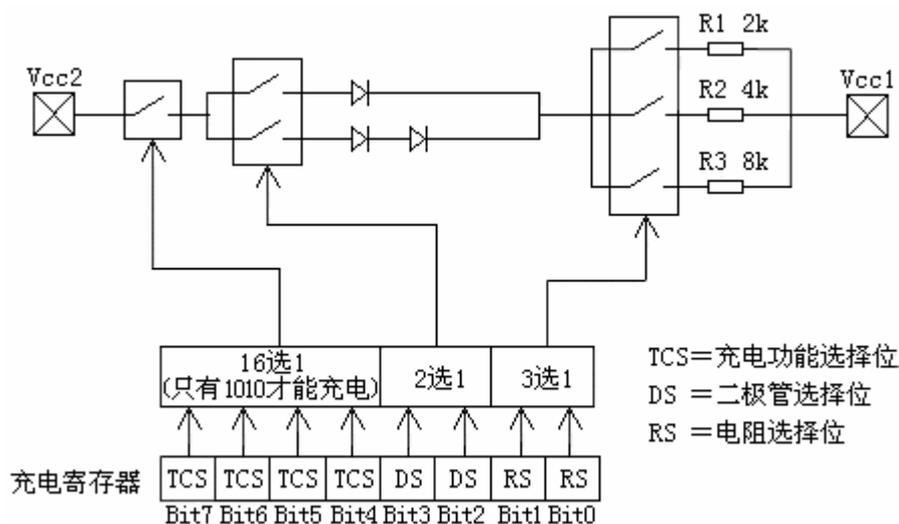

图 4 HYM1302 可编程慢速充电器
如图 4 所示，时钟/日历包含在 7 个写/读寄存器内。包含在时钟/日历寄存器内的数据是二—十进制（BCD）码。
这个寄存器控制 HYM1302 的慢速充电特性。图 4 的简化电路表示慢速充电器的基本组成。慢速充电选择 (TCS) 位 (位 4-7) 控制慢速充电器的选择。为了防止偶然的因素使之工作，只有 1010 模式才能使慢速充电器工作，所有其它的模式将禁止慢速充电器。HYM1302 上电时，慢速充电器被禁止。二极管选择 (DS) 位 (位 2-3) 选择是一个二极管还是两个二极管连接在 Vcc2 与 Vcc1 之间。如果 DS 为 01，那么选择一个二极管；如果 DS 为 10，则选择两个二极管。如果 DS 为 00 或 11，那么充电器被禁止，与 TCS 无关。RS 位 (位 0-1) 选择连接在 Vcc2 与 Vcc1 之间的电阻。电阻选择 (RS) 位选择的电阻如下：
时钟/日历命令字节可规定多字节工作方式。在此方式下，最先 8 个时钟/日历寄存器可以从地址 0 的第 0 位开始连续地读或写（见图 4）。